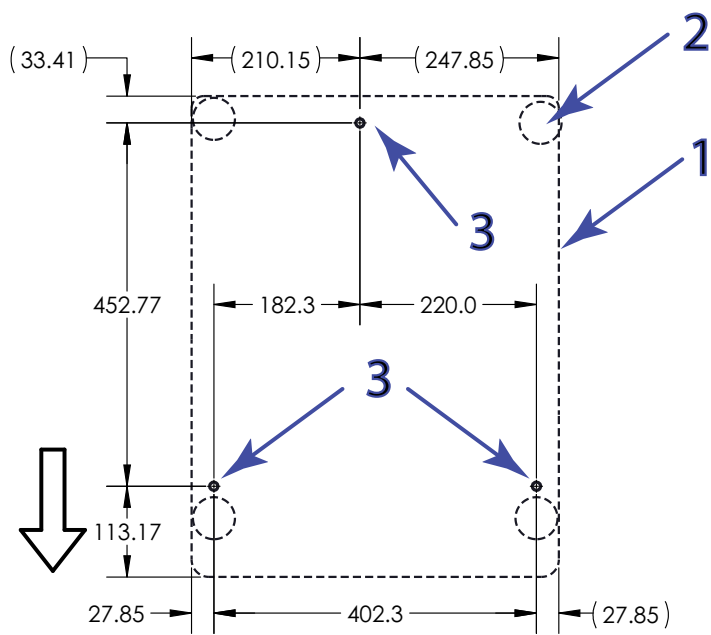

图 12. 锚固点位置（俯视）
图标图 12
1. 参考第 56 页图 12 并在工作台的适当位置钻孔，以对准机架底座上的锚固点。建议使用直径 15 毫米（0.59 英寸）的孔。